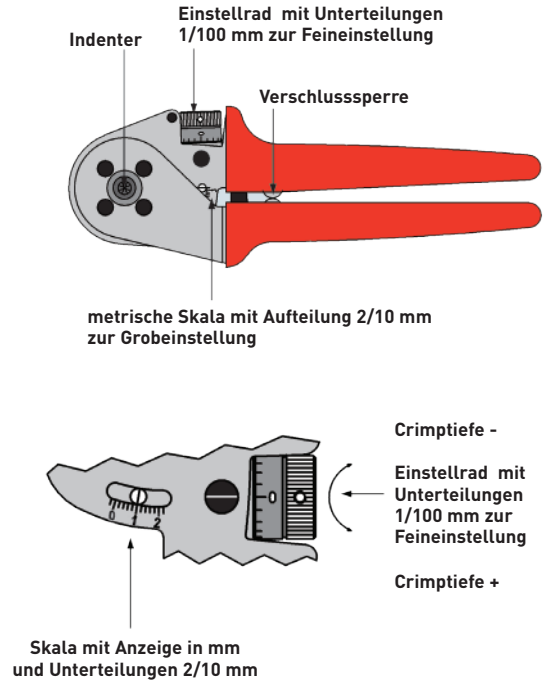

Bild 5 - Crimpzange
- Den Kontakt gemeinsam mit der abisolierten optischen Faser in die Crimpzange (**CLPZ R**, siehe Bild 5) und üben Sie leichten Druck auf das POF-Kabel aus. Schließen Sie die Zange fest bis zum Erreichen der automatischen Entriegelung.